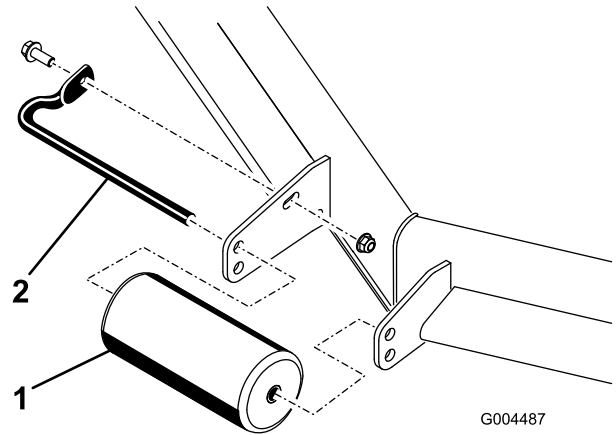
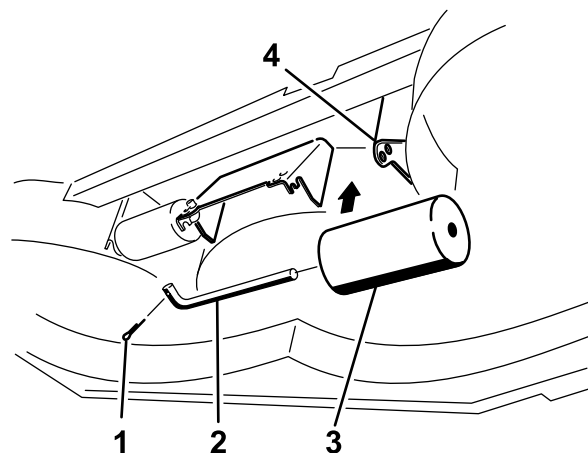

Figura 20
Figura 24
- Togliete i fermi di fissaggio da ciascun rullo sul piatto di taglio, ed alzate o abbassate i rulli come opportuno; vedere da Figura 20 a Figura 24 come opportuno per il vostro tosaerba.